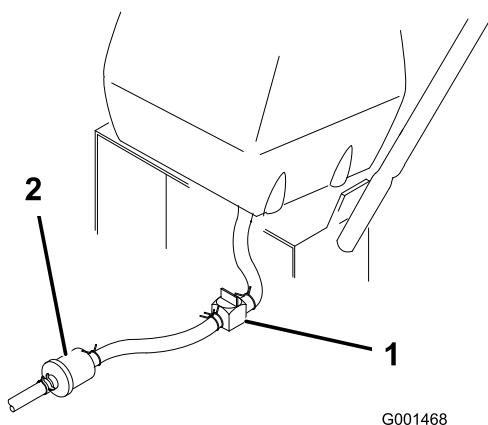

Figura 28
- Cierre la válvula de cierre de combustible del depósito de combustible (Figura 28).
- Apriete los extremos de la abrazadera y deslícela por el tubo alejándola del filtro (Figura 28).
- Retire el tubo de combustible del filtro (Figura 28). Abra la válvula de cierre del combustible y deje que la gasolina se drene en un recipiente.
3. Cierre la válvula de cierre de combustible del depósito de combustible (Figura 28).
7. Abra la válvula de cierre de combustible del depósito de combustible (Figura 28).